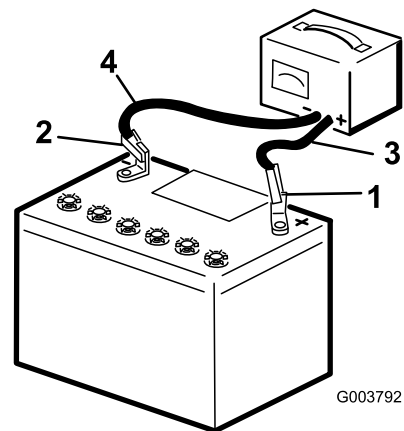

Figura 42
2. Cargue la batería a un ritmo de 3 a 4 amperios durante 8 horas (Figura 42). No sobrecargue la batería.
3. Cuando la batería esté completamente cargada, desconecte el cargador de la toma de electricidad, luego desconecte los cables del cargador de los bornes de la batería (Figura 42).